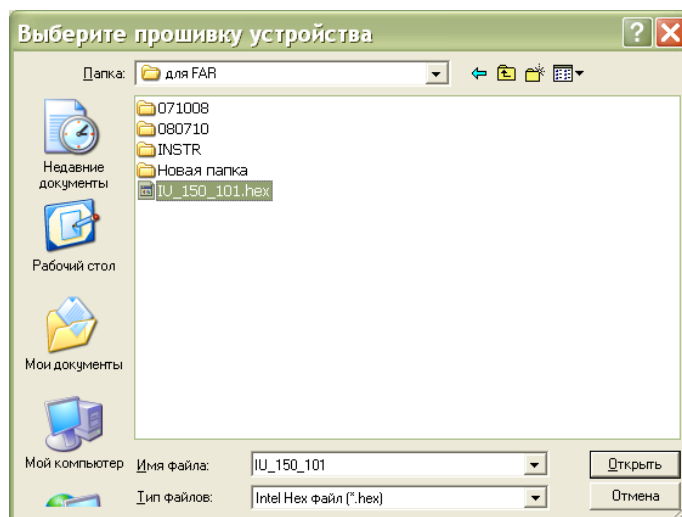

Рисунок 14 - Выбор «прошивки»
5) Затем в открывшемся окне выбрать файл программы, которую требуется записать в БПДД-RS (рисунок 14).